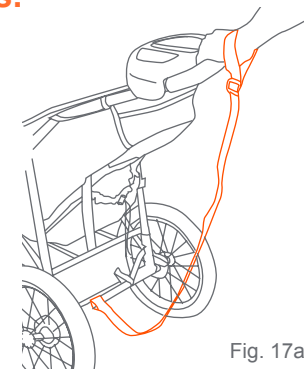

Fig. 17a
- **CORREA DE SEGURIDAD PARA LA MUÑECA:** Siempre conecte la correa de seguridad a cualquiera de las muñecas al trotar. Esta correa evitará que el carrito ruede fuera de su alcance en caso de que usted se tropiece mientras corre (Fig. 17a). La correa de seguridad debe